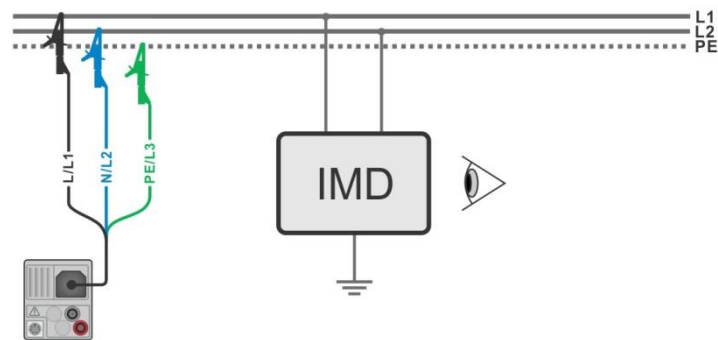

Abbildung 7.103: AUTO IT Messung
- › Schließen Sie die Prüfleitungen am Prüfling an, siehe **Abbildung 7.103**.